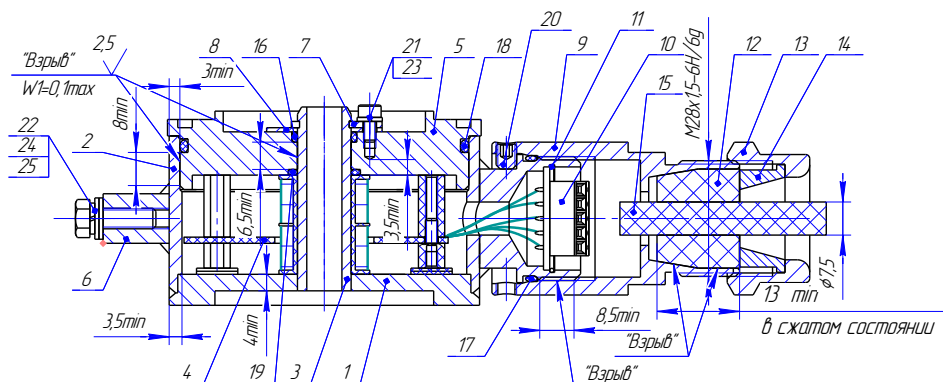

Рисунок 6. Датчик конечных положений затвора. Чертеж средств взрывозащиты.
**7.2.5** Подключение к датчику положения затвора СЕНС-ДКП, СЕНС-ДКП-ХЛ вести в следующей последовательности (рис.6, 9):